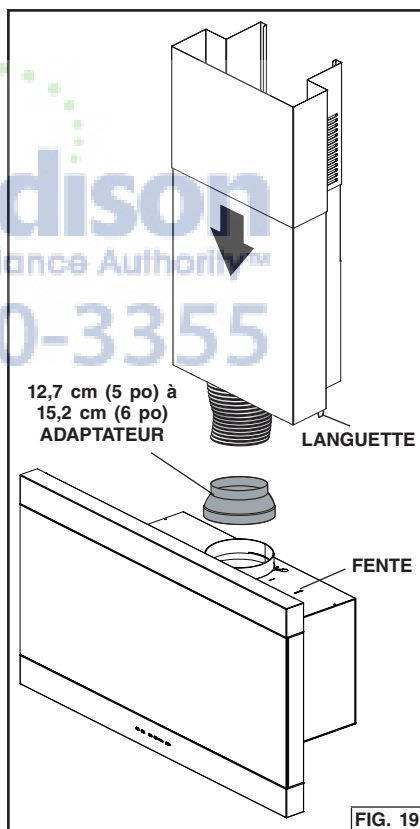

FIG. 19
8. Étirez la canalisation extensible, fixez-la à l'adaptateur 12,7 à 15,2 cm (5 po à 6 po) et appliquez de l'adhésif sur les joints des canalisations. Fig. 19.
10. Les languettes du carneau inférieur se glissent dans les fentes sur le dessus de la hotte. Fig. 19.